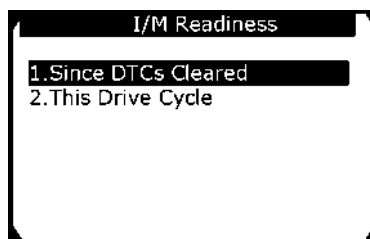

Рисунок 5-20
3) Если автомобиль позволяет выполнять оба типа проверок, на дисплее отображаются два пункта меню с названием соответствующей процедуры проверки. См. рисунок 5-20.